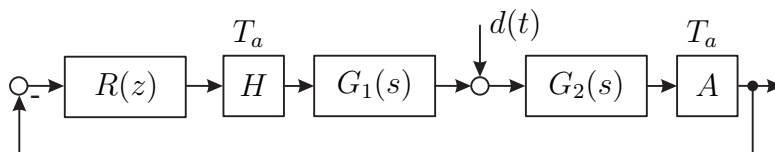

Abbildung 4: Blockschaltbild zur Berechnung des eingeschwungenen Zustands.
b) Berechnen Sie allgemein für das in Abbildung 4 dargestellte Blockschaltbild die Ausgangsfolge y_k im eingeschwungenen Zustand für $d(t) = D_0 \cos(\omega_0 t)$. Geben Sie alle zur Berechnung benötigten Zwischenschritte an. 4 P. |